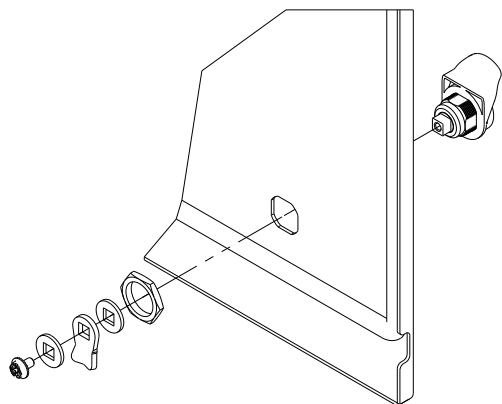

Рисунок 103
4.35.3 Установить замок в дверь, последовательность расположения гаек, ригеля и винта указаны на рисунке 103, закрепить винтом М5х8 из комплекта, момент затяжки 7 Н·м. (Рисунок 103). Количество замков зависит от исполнения двери.